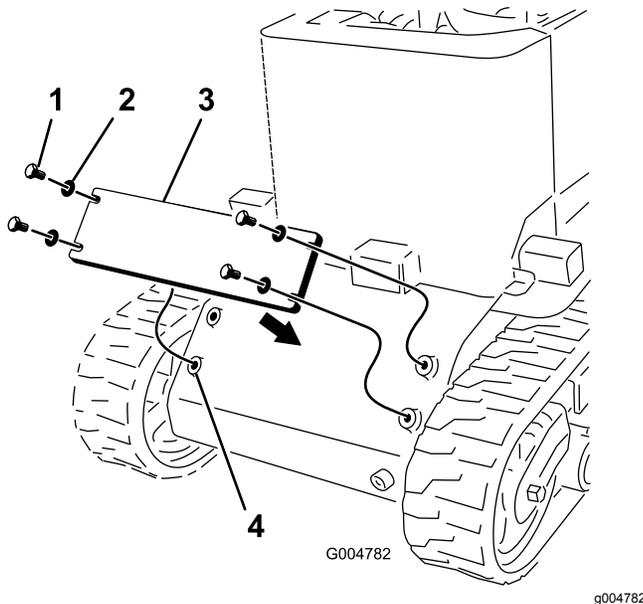

Figure 6
1. Appliquez du frein-filet sur les 4 boulons ($\frac{1}{2}$ " x $1\frac{1}{4}$ ""), puis utilisez les boulons assortis de 4 rondelles pour fixer le contrepoids à l'avant de la machine (Figure 6).